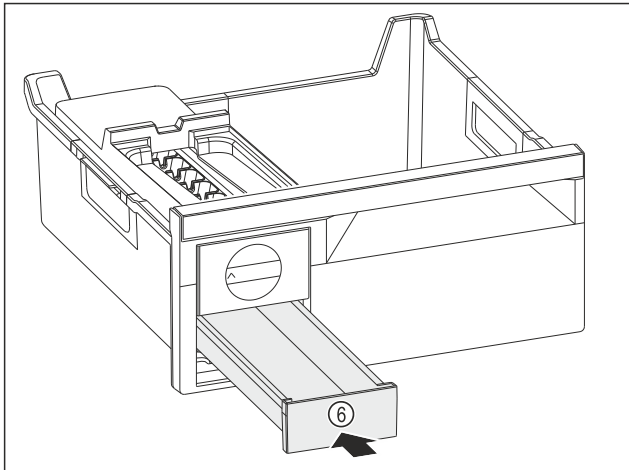

Fig. 116
- ▶ Ijsblokjesvak Fig. 116 (6) inschuiven.